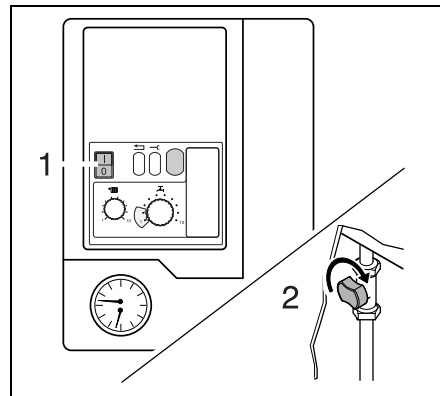

Abb. 3 Netzschalter, Gasabsperrhahn
- Netzschalter (Abb. 3, Pos. 1) auf Stellung „0“ stellen.
- Gasabsperrhahn schließen: nach rechts drehen (Abb. 3, Pos. 2).